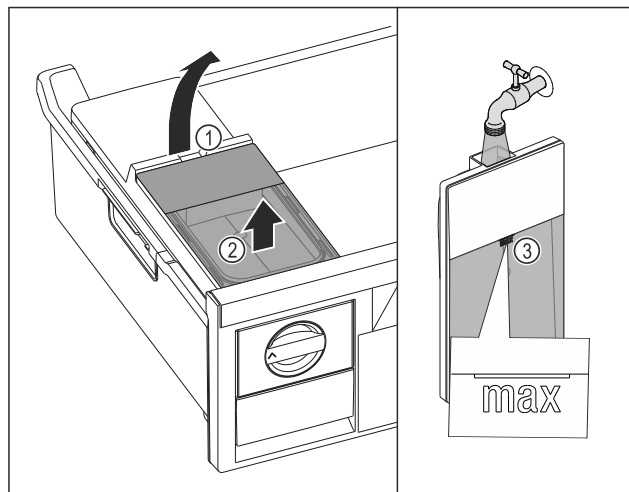

Fig. 123
- Podignite spremnik za vodu na otvoru Fig. 123 (1).
- Izvadite spremnik za vodu prema gore Fig. 123 (2)
- Spremnik za vodu napunite pitkom vodom do oznake Fig. 123 (3).